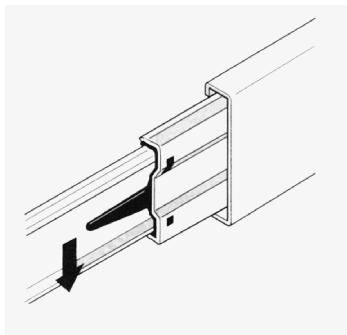

Рис. 4
3. Отсоедините от основания телескопических направляющих внутренние планки, отогнув пластиковый рычажок фиксатора (Рис. 3). Основания телескопических направляющих закрепите на деталях 6 и 3 винтами М5х8 (Рис.4).